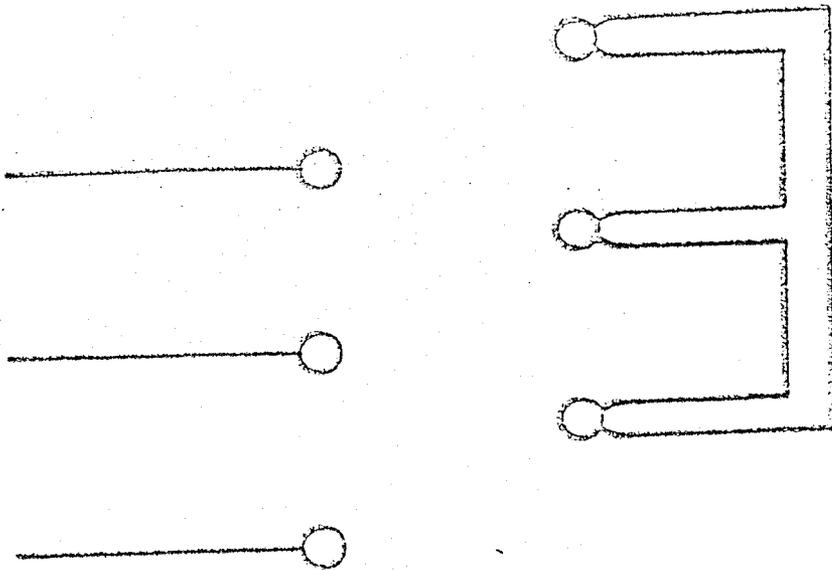

FIG. 8
3. Collegare le resistenze secondo la fig. 8 per 380 V. e secondo la fig. 9 per 220 V.